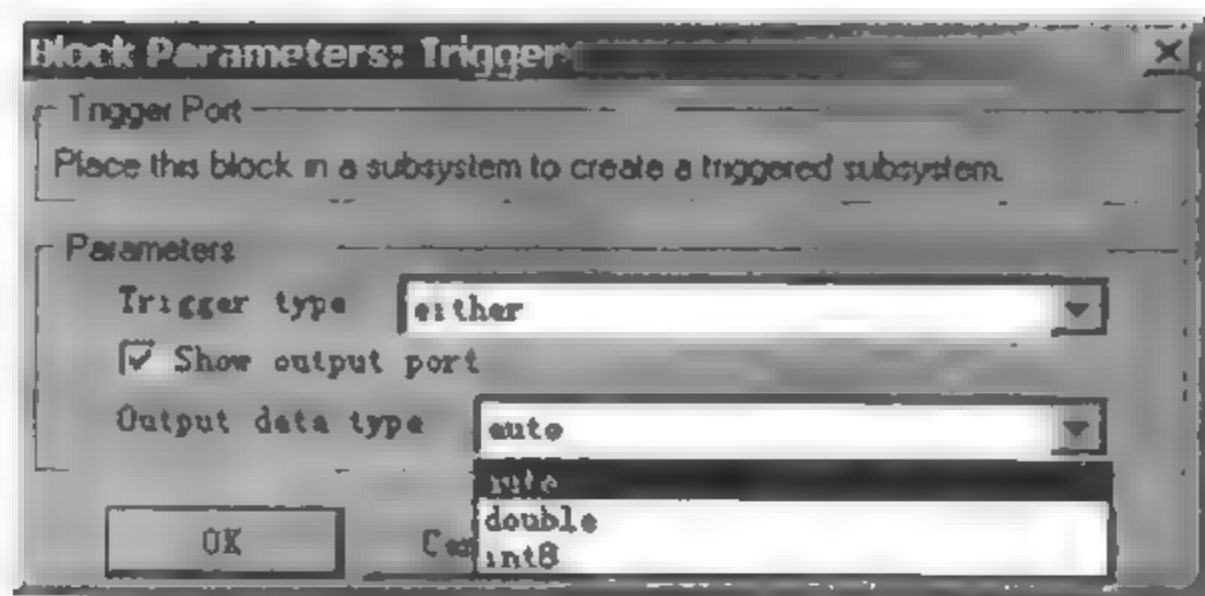

图 3.34 选择 Show output port 复选框
2) 输出触发控制信号.在 Trigger 模块参数对话框中有一个选项,通过选取它可以输出触发控制信号.要输出控制信号,选择 Show output port 复选框,如图 3.34 所示。